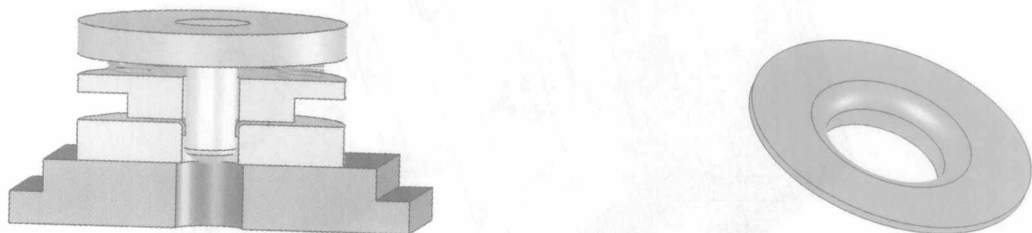

图 1-8 翻边模简图 (剖视图)
4) **成形模** 在冲裁、弯曲或拉深的零件上, 进一步改变其局部形状的模具称为成形模。图 1-8 所示为翻边模简图。